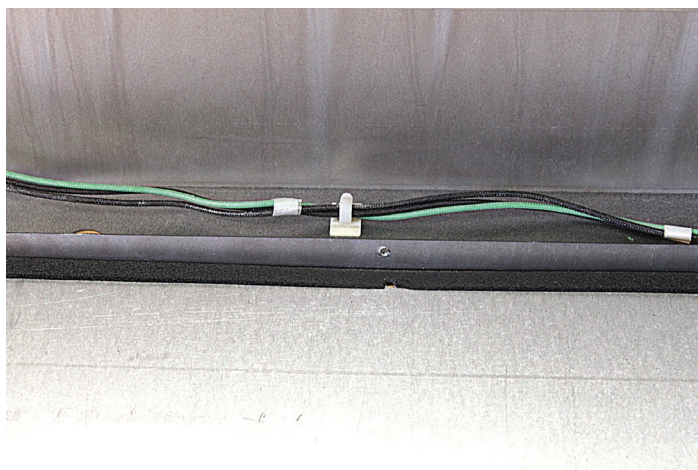

Figure 7
9. Fixez le faisceau de câbles dans le serre-câbles en plastique blanc situé au bas du foyer, au centre. **Voir la figure 7..**